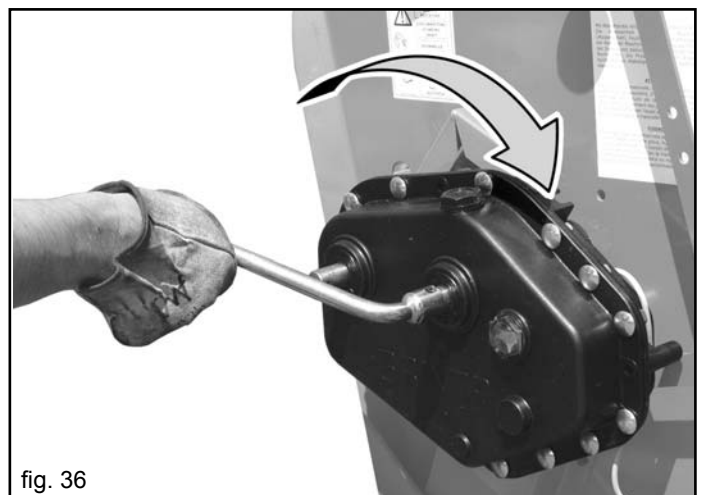

fig. 36
- 4) Die Kurbel (Abb. 36) in die Getriebebspindel einsetzen und im Uhrzeigersinn drehen.